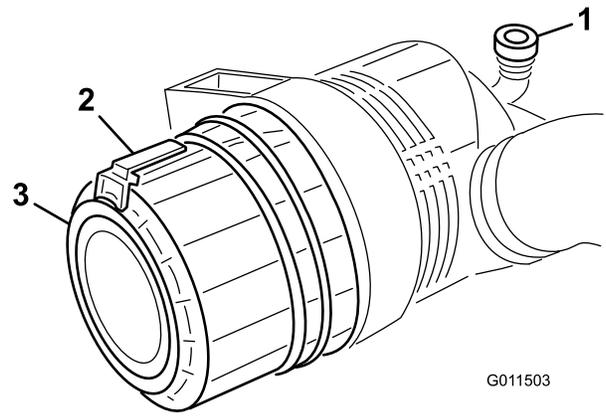

Figura 85
2. Tire hacia fuera del enganche y gire la tapa del limpiador de aire en sentido antihorario (Figura 85).